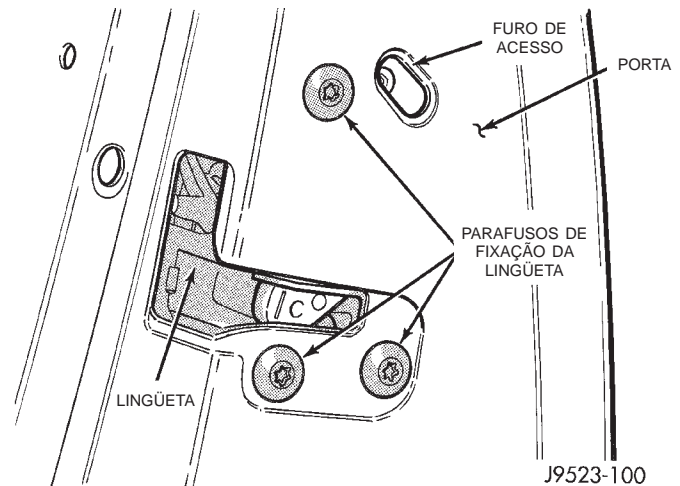

Fig. 108 Ajuste da Lingüeta da Porta
(1) Localize o furo de acesso (Fig. 108).
(2) Introduza uma chave hexagonal de 5/32 pol. através do furo e no parafuso de ajuste. Solte o parafuso.
(3) Opere o botão do puxador externo várias vezes, para liberar qualquer restrição devida a desalinhamento.
(4) Aperte o parafuso de regulagem com um torque de 3 N·m (30 pol.-lb.).
(5) Teste o botão do puxador e o cilindro da trava, para verificar o funcionamento adequado.